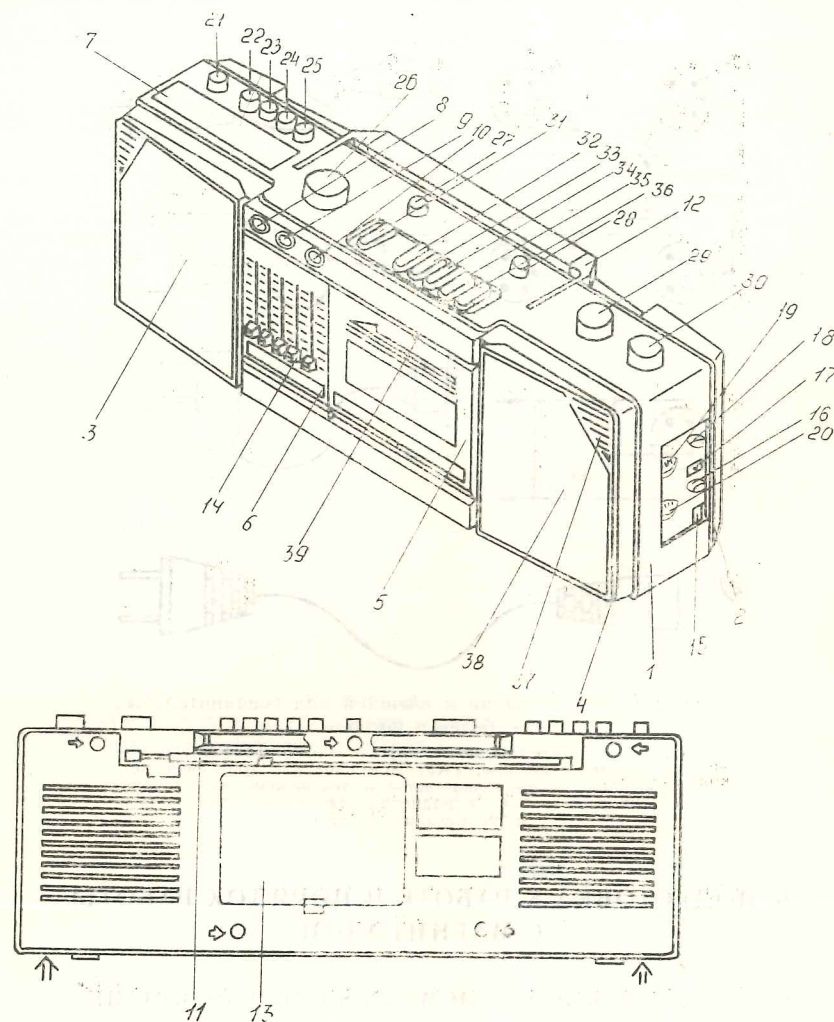

Рис. 1. Внешний вид магнитолы и расположение органов управления
5.4. Внешний вид, расположение и назначение органов управления и розеток для внешних соединений показаны на рис. 1:
При записи от внешнего источника сигнала шнуры подключать к гнезду 19 (рис. 1).